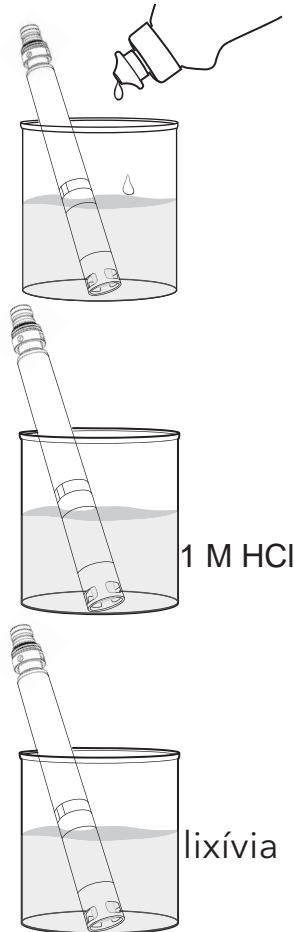

Figura 70 Manutenção do sensor de pH e pH/ORP
1. Retire o sensor do anteparo e mergulhe durante 10 a 15 minutos numa solução suave de água limpa e detergente para loiça (Figura 70).